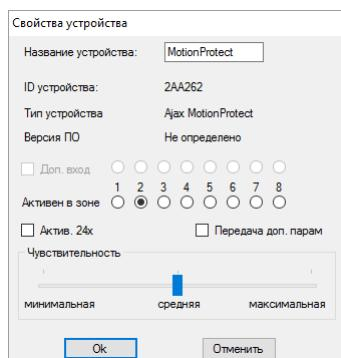

РИС. 5. Меню свойств датчика позволяет присвоить ему зону
4.3. Если датчик оказался ошибочно прописан в другой зоне, выберите курсором название датчика и правым кликом мыши вызовите контекстное меню, найдите пункт «Свойства». Появляется окно настроек, позволяющее переназначить зону для датчика (РИС. 5). Меню свойств датчика также можно вызвать, нажав в дереве «Радиоустройства» соответствующую кнопку напротив датчика в общем списке датчиков.
При подключении дополнительного проводного датчика на выносную клемму беспроводного датчика, в свойствах последнего должен быть активирован чекбокс «Доп. вход» и выбрана зона для проводного датчика (РИС. 5). Если датчик (например, затопления) рассчитан на круглосуточную работу, активируйте в свойствах чекбокс «Актив. 24ч». Не стоит размещать 24-х часовые и обычные датчики в одной зоне! При необходимости, отрегулируйте чувствительность датчика.